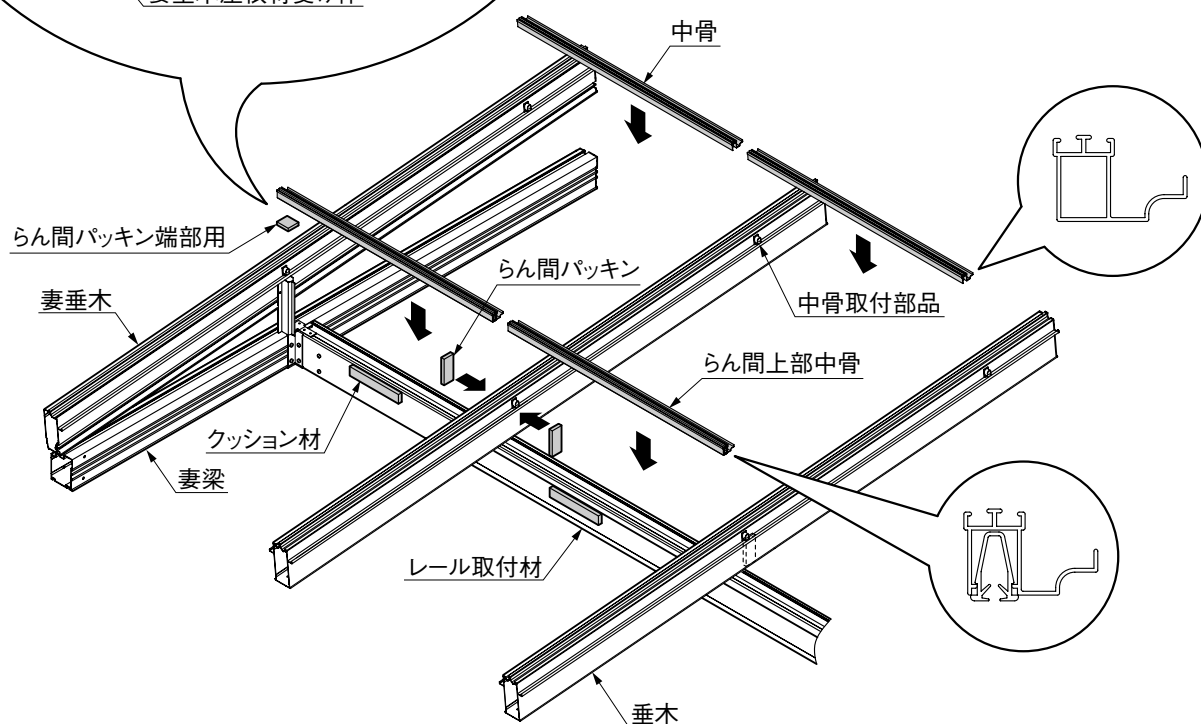

図11-4
- ③ 垂木側面のらん間パネルの取付け部分にらん間パッキンを張付けてください。(図11-4参照)
- ④ らん間上部中骨の妻垂木側下面にらん間パッキン端部用を張付けてください。
- ⑤ レール取付材上部にらん間上部中骨を取付け、その他の垂木間に中骨を取付けてください。(図11-4参照)